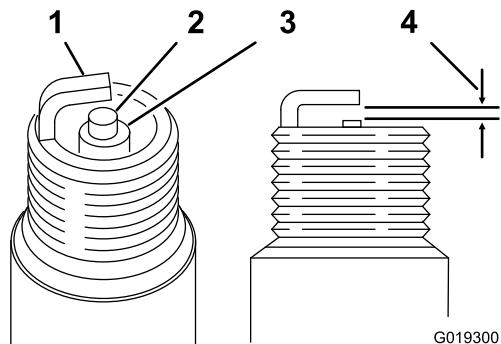

Figura 18
3. Impostate la distanza fra gli elettrodi tra 0,70 e 0,08 mm (Figura 18).